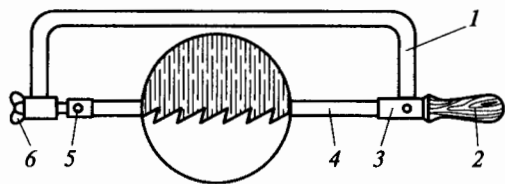

Рис. 2.4. Ножовочный станок
35. Назовите основные детали ножовочного станка (рис. 2.4) и укажите их назначение: